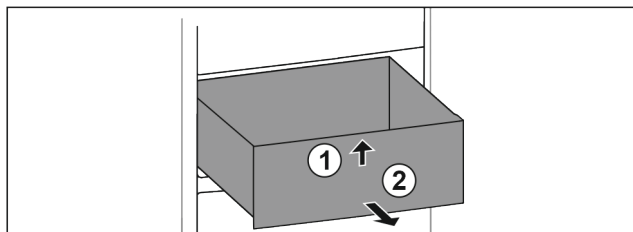

Fig. 78
- ▶ Unieść szufladę z przodu. Fig. 78 (1)
- ▶ Wyjąć szufladę do przodu. Fig. 78 (2)